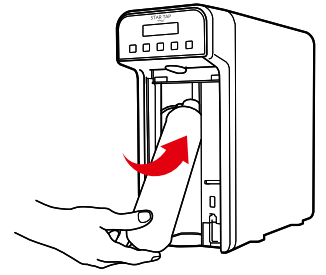

Fig. 7-14
25.6 - Inserire la bombola del gas CO₂ **verticale con la valvola rivolta verso l'alto** assemblata con il riduttore già regolato, nel vano interno dell'apparecchio, vedi Fig. 7-14.